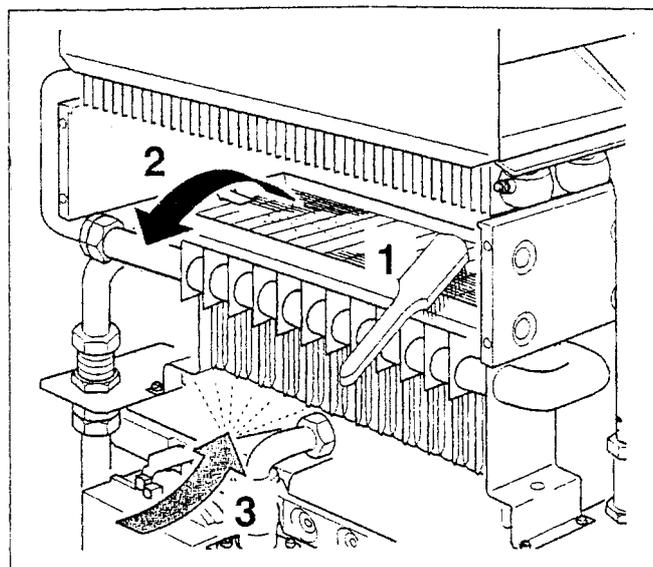

Fig.28
- i) Ispezionare il bruciatore e, se necessario, pulirlo dopo aver tolto il coperchio del bruciatore usando una spazzola morbida (Fig. 28).